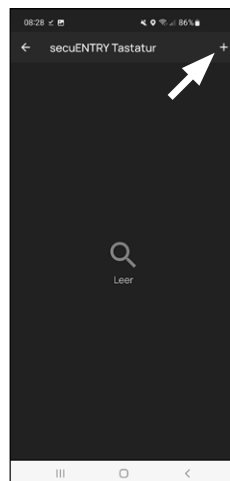

Fig. 6
- 8 É apresentado um ecrã com os teclados já criados. Durante a configuração inicial, ele está vazio. Para conectar um teclado, toque no "+" no canto superior direito. (Fig. 6).